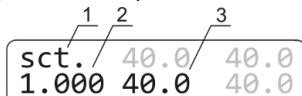

Рисунок 4. Дисплей в калибровочном режиме: 1. Индикатор калибровки; 2. Коэффициент калибровки; 3. Температура с текущим коэффициентом
- 6.2. Для изменения калибровочного коэффициента держите нажатой клавишу **TIME RUN/STOP** больше 8 с для входа в калибровочный режим. На дисплее появится калибровочный коэффициент, см. рис. 4.
- 6.3. **Восстановление заводских установок.** Чтобы восстановить заводские установки, с помощью кнопок Δ и $\nabla T ({}^{\circ}\text{C})$ установите значение коэффициента 1.000, как показано на рис. 4/1. Нажмите кнопку **RPM RUN/STOP** один раз, чтобы сохранить изменения.
- 6.4.5. Держите клавишу **TIME RUN/STOP** нажатой более 8 с, чтобы активировать режим калибровки. Дисплей покажет параметры, изображенные на рис. 4.